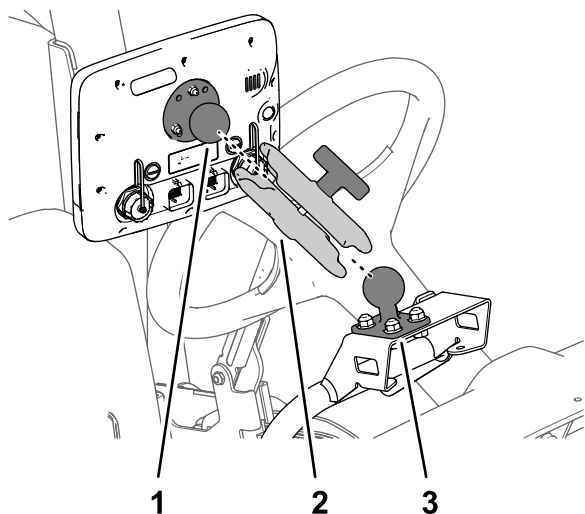

Figure 167
3. Engagez la rotule du moniteur et le support à rotule situé sur la machine dans le bras du moniteur (Figure 167).
4. Ajustez le moniteur pour qu'il soit visible par l'opérateur de la machine et serrez le bouton du bras du moniteur à la main (Figure 167).